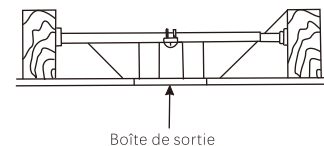

Fig.4
**REMARQUE :** En fonction de l'emplacement choisi pour l'installation, il peut être nécessaire d'acheter et d'installer une « suspente de solive » pour soutenir la boîte de sortie. Assurez-vous que la suspension de solive que vous achetez a été conçue pour être utilisée avec des ventilateurs de plafond. (Fig.4)